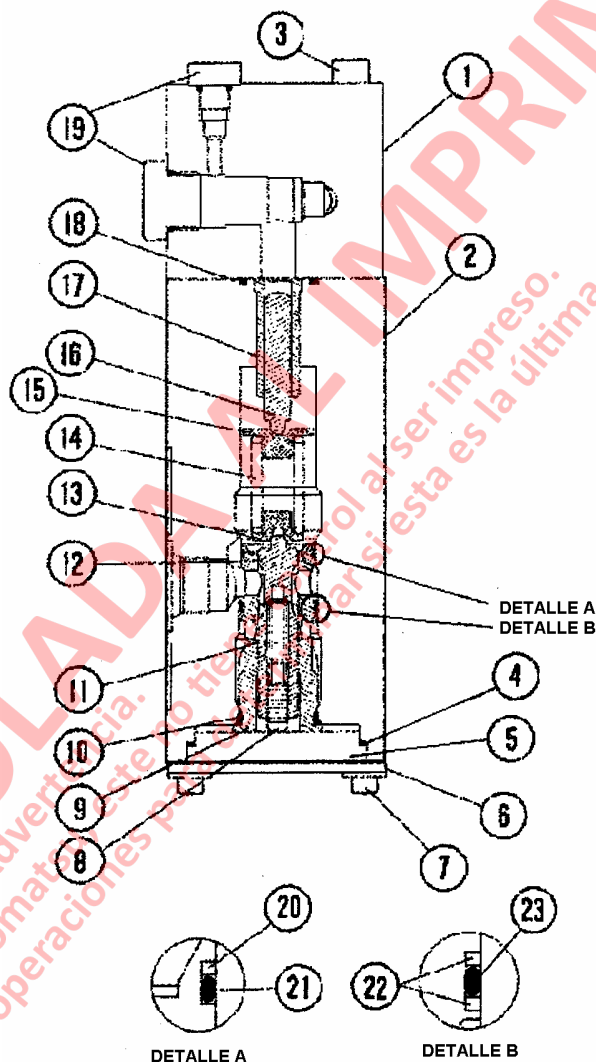

FIGURA 3-11. VALVULA DE RELE DUAL
2. Use un plumón para marcar el cuerpo del múltiple (1, Figura 3-11) y el cuerpo de la válvula (2) para asegurar un reensamblado correcto.
4. Saque los dos pernos (3) que sostienen el cuerpo del múltiple (1) al cuerpo de la válvula (2). Saque el cuerpo del múltiple y deseche los anillos de goma (18).
5. Saque los émbolos (16) y las camisas (17).
7. Saque los cuatro pernos y golillas (7) de la base de la válvula.
8. Saque el retén de la camisa (6).
9. Con la válvula en posición vertical, el tapón (5) debería caerse. De no ser así, golpee suavemente el cuerpo de la válvula para destrabar.
10. Saque los carretes (12), émbolos de reacción (8) y resortes de retorno del carrete (11). Mantenga las piezas separadas de modo que puedan instalarse en el mismo carrete del cual fueron desmontadas.
11. Saque y deseche la empaquetadura (4) del orificio rebajado en la base del cuerpo de la válvula.
1. Instale las camisas (17, Figura 3-11) en las cavidades en la parte superior del cuerpo de la válvula (2).